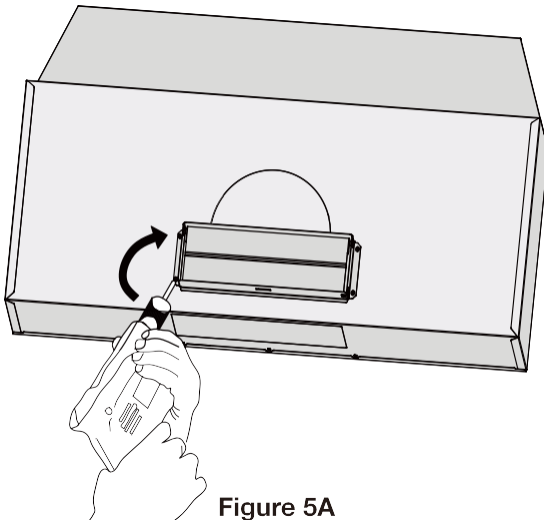

Figure 5A
- À l'aide des vis ST4\*6 fournies, fixez l'évent/le registre rectangulaire en haut ou à l'arrière de la hotte (voir figure 5A ou 5B).